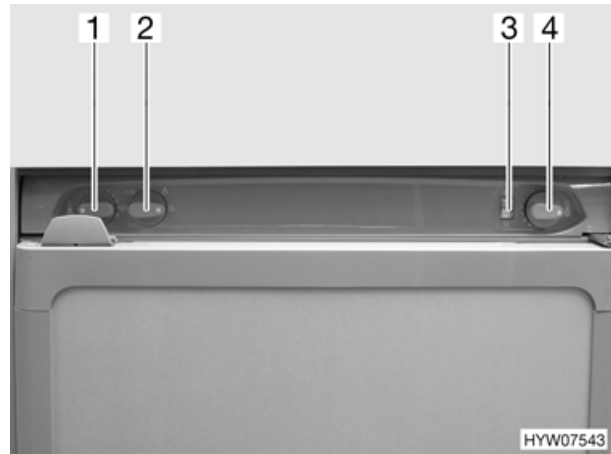

Bild 79 Bedienelemente für Kühlschrank (Variante 2)
- Energie-Wahlschalter (Bild 79,2) auf Gas stellen.
- Drehregler (Bild 79,4) auf Stufe 5 stellen, drücken und gedrückt halten. Die Gaszufuhr ist geöffnet. Der Zündvorgang erfolgt automatisch. Ein tickendes Geräusch ist hörbar, bis der Zündvorgang erfolgreich abgeschlossen ist.
- Drehregler gedrückt halten, bis der Flammenanzeiger (Bild 79,3) grün wird, dann loslassen. Falls die Flamme erlischt, wiederholt das Zündgerät automatisch den Zündvorgang.
- Kühltemperatur mit dem Drehregler (Bild 79,4) einstellen.
- Energie-Wahlschalter (Bild 79,2) auf "O" stellen. Das Gerät ist abgeschaltet.
- Energie-Wahlschalter (Bild 79,2) auf 230-V-Betrieb  stellen.
- Kühltemperatur mit dem Drehregler (Bild 79,1) einstellen.
- Energie-Wahlschalter (Bild 79,2) auf 12-V-Betrieb  stellen.